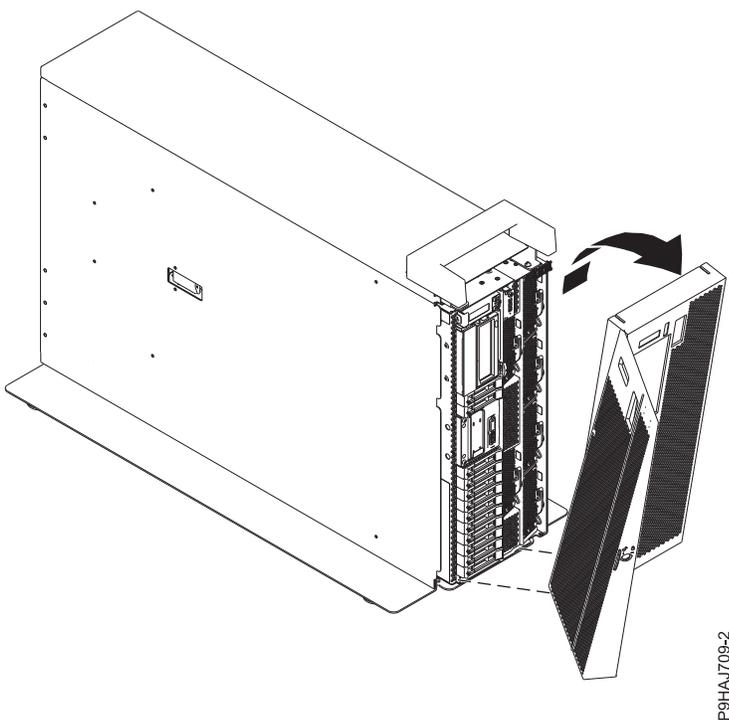

Figure 41. Retrait du capot avant
4. Retirez le capot du système, comme illustré dans la figure 41. Le capot est doté d'un renforcement permettant de le tenir plus facilement.